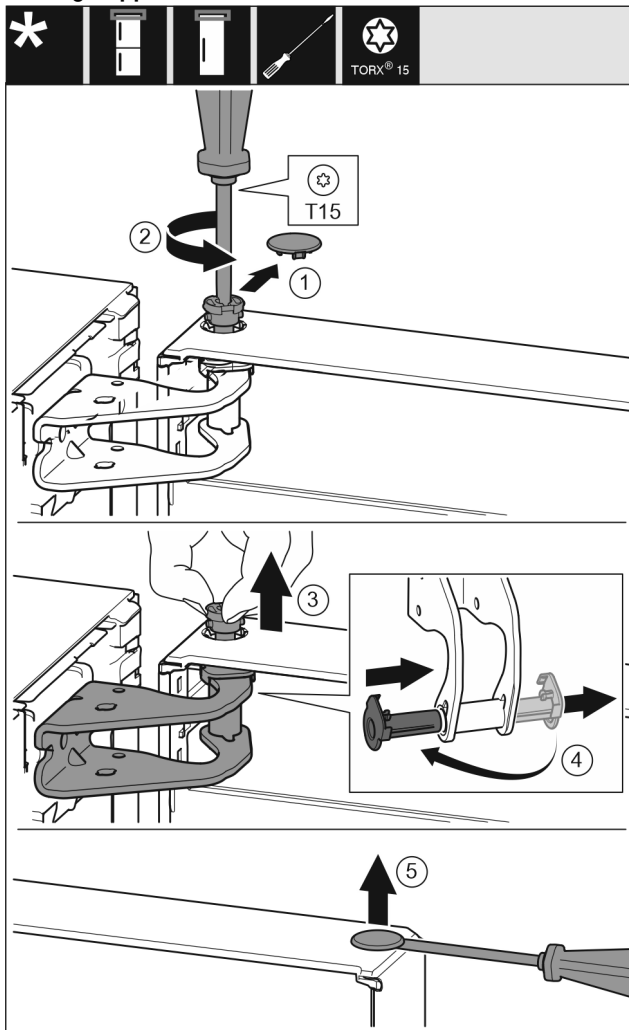

Fig. 7
- Estrarre con cautela la copertura di protezione. Fig. 7 (1)
- Con un cacciavite T15 svitare un po' il perno. Fig. 7 (2)
- Tenere ferma la porta ed estrarre il perno con le dita. Fig. 7 (3)
- Estrarre la boccola dalla guida. Inserire dall'altro lato e innestare. Fig. 7 (4)
- Con un cacciavite a testa a intaglio sollevare con cautela i tappi a vite dalla boccola della porta ed estrarli. Fig. 7 (5)